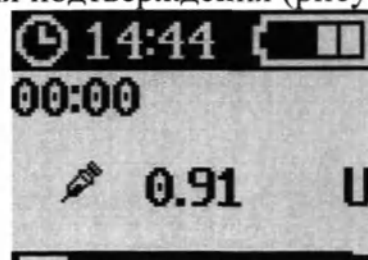

Рисунок 78 – Экран настройки первого часа базальной скорости
6. Нажать кнопку «ОК» для подтверждения (рисунок 78).